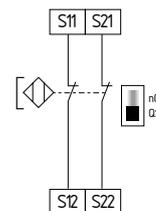

Fig. 15
**Comando de dois canais de interruptores magnéticos de segurança conforme IEC 60947-5-3 (ver Fig. 15)**